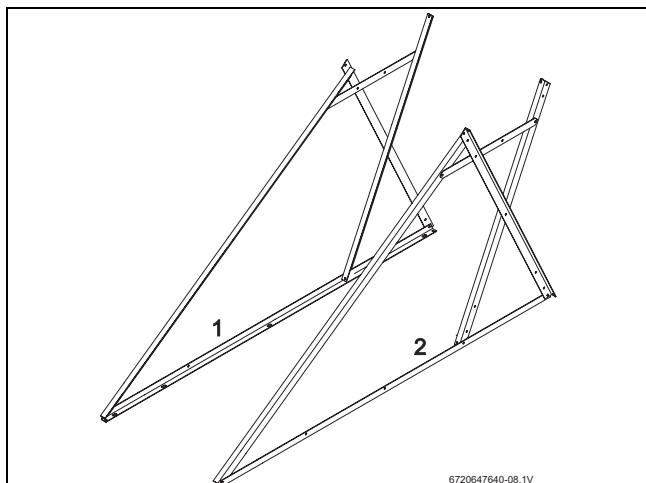

Fig. 14 Montar otro triángulo lateral
- ▶ Montar otro triángulo lateral (→ Fig. 14, [2]) simétrico al primero [1].